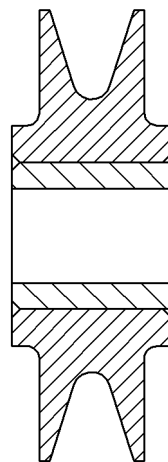

Рис. 53.32.
1.3. Увеличьте изображение *Ролика* во весь экран (рис. 53.32).